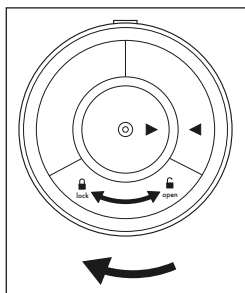

Fig. 2
7. Reinserire la chiusura del vano pile **13**. Ruotare la chiusura del vano pile **13** in senso orario verso **lock**  finché i due segni ► ◄ non si trovano alla stessa altezza e la chiusura del vano pile **13** non s'innesta in modo udibile (vedere fig. 2).